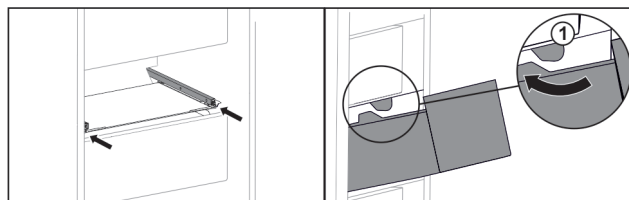

Fig. 40
- ▶ Guider le tiroir en contournant les butées Fig. 40 (1).